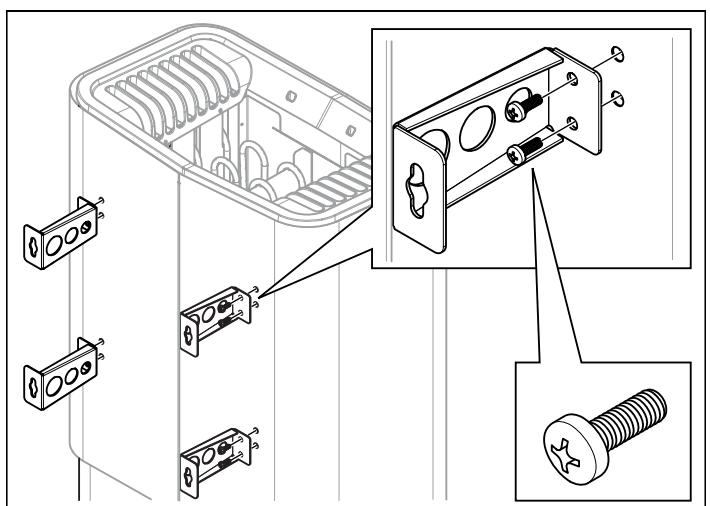

Fig 12: Montera konsolerna på aggregatet
6. Lossa de två första skruvorna på aggregatets baksida och skruva fast en av de fyra konsolerna. Upprepa proceduren tills alla konsolerna sitter på plats se Fig 12.